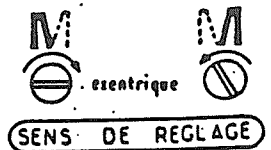

FIG.47
- .. Installer la cartouche, desserrer (2) pour ajuster l'excentrique (3) afin d'obtenir une impression correcte (fig47).
- .. Retirer la cartouche et serrer les vis (1) et (2). (les vis 1 maintiennent le capteur verticalement et la vis 5 le maintient horizontalement)